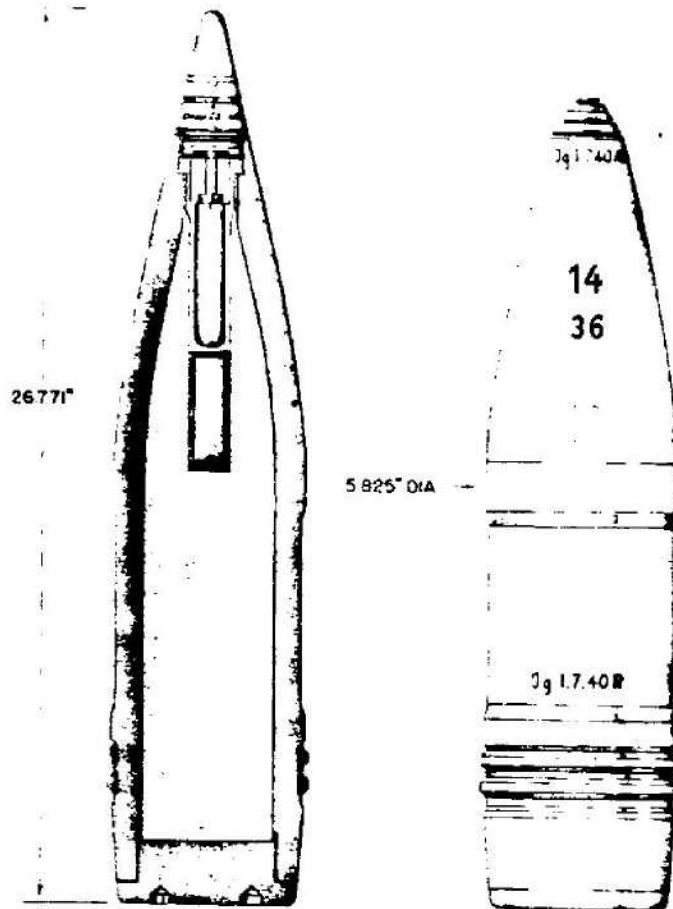

Figure 497—H. E. Projectile, Type 19 with Gaine 36, 150-mm 15-cm Gr. 19 mit Zdlg. 36
- K. (E)—6352 (semifixed).
**GERMAN NOMENCLATURE:** 15-cm Gr. 19 mit Zdlg. 36 (Granate 19 mit Zundladund 36). (See fig. 497.)